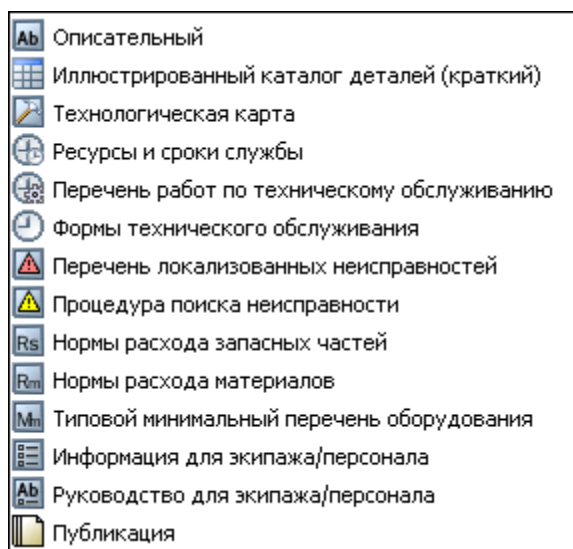

Рис. 2.51
2. Нажмите на кнопку **Тип модуля данных**  в нижней правой части диалогового окна **Структура раздела**. После этого откроется список типов модулей данных, имеющихся в шаблоне проекта. Пример списка типов МД показан на Рис. 2.51.